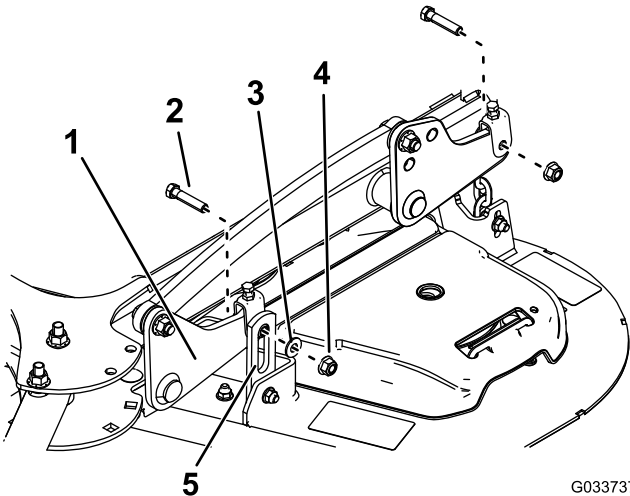

**Figura 88**
5. Retire los 2 pernos, las 2 tuercas y la arandela que conectan los ganchos de la carcasa de corte con las placas de elevación para ambos lados de la carcasa de corte (Figura 87 y Figura 88).
**Nota:** Coloque los soportes de ganchos delanteros del exterior de los brazos de elevación delanteros para carcasas de 132 cm (52") (Figura 87). Coloque los soportes de ganchos delanteros del interior de los brazos de elevación delanteros para carcasas de 152 cm (60") (Figura 88).